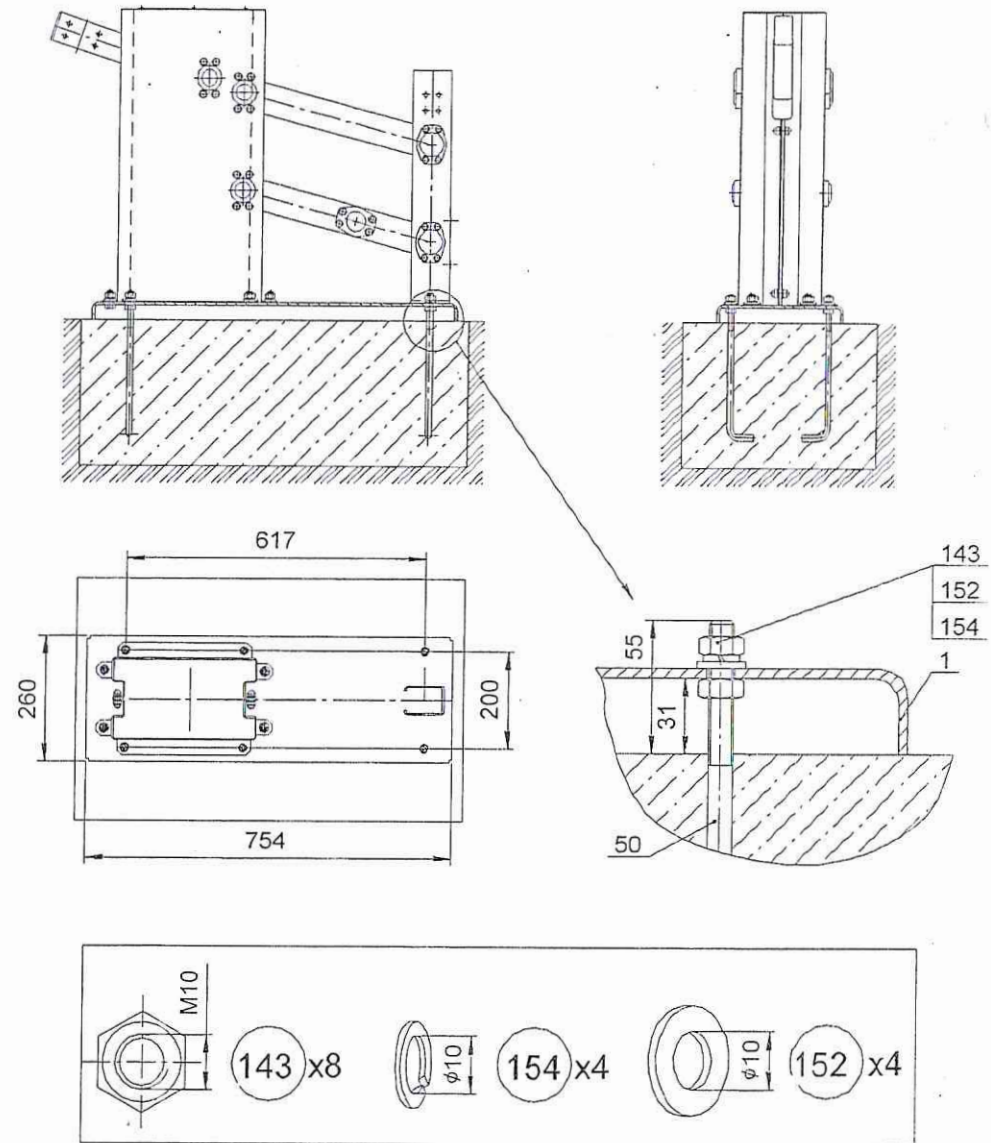

Рис.5
9.3.2 Установить платформу со стойкой (поз. 1; 2) на анкерные болты и закрепить (рис.5):